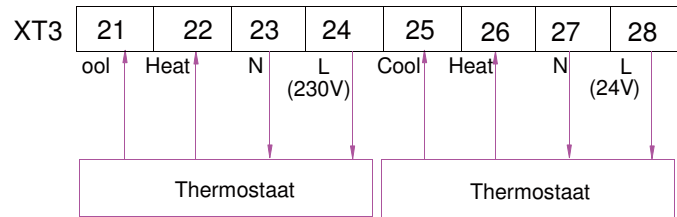

Fig .1
- (1) Verwijder de voorste afdekplaat van de binnenunit en open de controledoos.
- (2) Identificeer de vermogensspecificaties van de thermostaat. Als dit 230V is, zoek klemmenblok XT3, NO.21~24 of NO.23~26. Als dit 24V is, zoek klemmenblok XT3, NO.25~28 of NO.27~30;
- (3) Als het een Verwarming/Koeling thermostaat is, verbind draad zoals in Fig 1 ;